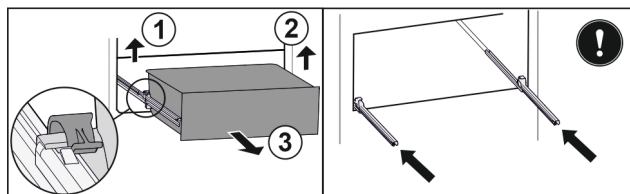

Fig. 110
- ▶ Dvignite levo spojko in hkrati povlecite predal levo naprej. Fig. 110 (1)
- ▶ Dvignite desno spojko in hkrati povlecite predal desno naprej. *Fig. 110 (2)*
- ▶ Predal vzemite ven v smeri naprej. *Fig. 110 (3)*